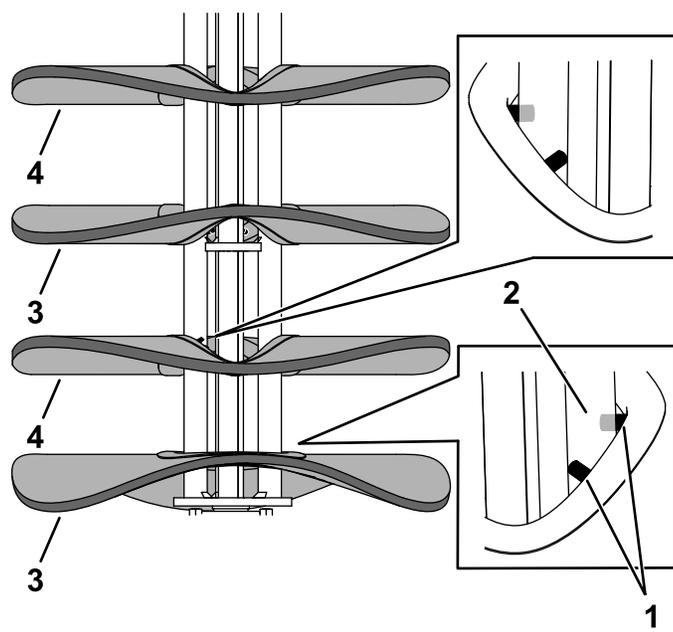

Рисунок 10
2. Установите стержень щетки на один конец. Установите новые щеточные диски, начиная с полипропиленового; следите, чтобы выступы дисков с двух сторон охватывали пруты стержня (Рисунок 10). Устанавливайте поочередно полипропиленовые и проволочные щеточные диски, при этом каждый последующий диск должна быть повернут на  $180^\circ$  относительно предыдущего.